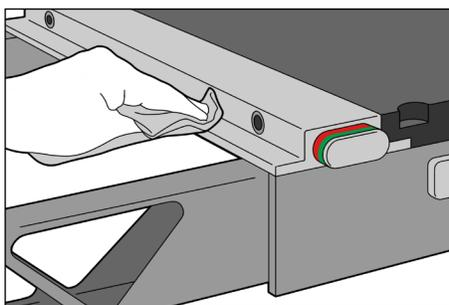

Fig. 2
2. Rimuovere con uno straccio pelucchi o detriti dalla parte esterna del fermo. (Fig. 2)